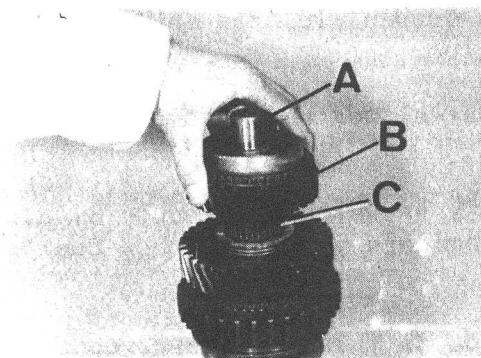

Fig. C1-133 Montaje conjunto eje principal
- 3.11. Montar sobre el eje principal, A (Fig. C1-133), el rodamiento de rodillos, C, y el engranaje, B, de 3a velocidad, posicionando la superficie cónica de este último, hacia el extremo delantero del eje principal.